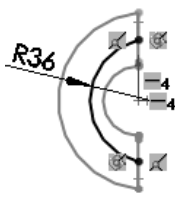

图 6.15.10 草图 5
Step9. 创建如图 6.15.10 所示的草图 5。选取基准面 2 作为草图基准面，绘制如图 6.15.10 所示的草图 5。